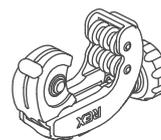

Fig. 44
7) RB tube cutter Model N28 (Fig. 44)